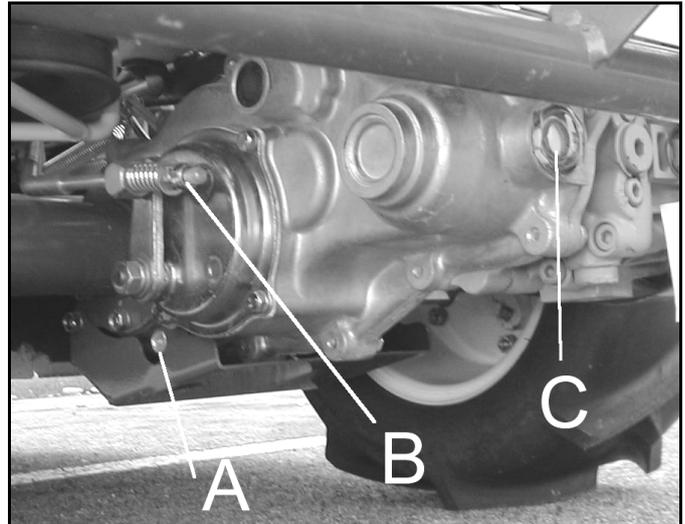

Figure 31
- Si le frein de parc n'est pas efficace, resserrez-le avec l'écrou (Figure 31, repère B).